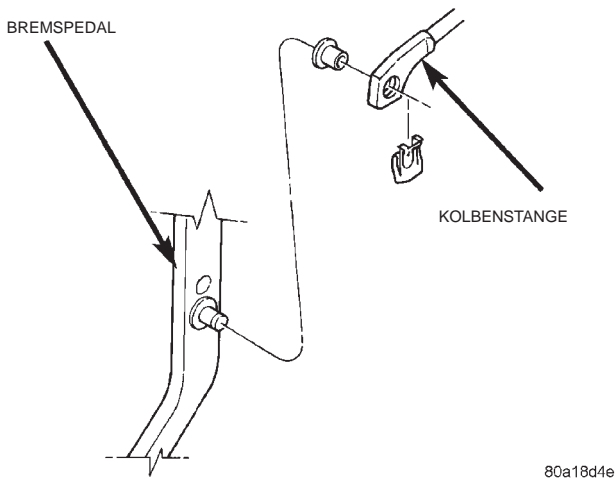

Abb. 22 Kolbenstange und Befestigungsclip
- (1) Kombi-Ventil und Hauptbremszylinder ausbauen.
- (2) Den Unterdruckschlauch vom Rückschlagventil am Bremskraftverstärker abziehen.
- (3) Den Clip zur Befestigung der Kolbenstange des Bremskraftverstärkers am Bremspedal entfernen (Abb. 22) und Kolbenstange vom Zapfen schieben.